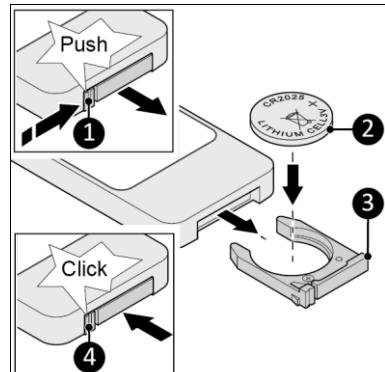

Figure 9
1. Appuyez sur la languette (figure 9, pos. 1) et retirez le couvercle du compartiment à pile (figure 9, pos. 3) de la télécommande.
2. Insérez correctement une pile de type CR2025 comme indiqué (figure 9, pos. 2).
3. Replacez le couvercle du compartiment à pile jusqu'au déclic de la languette (figure 9, pos. 4).
Avant l'élimination, retirez la pile de la télécommande (figure 9) et mettez-la au rebut dans les bacs de collecte dédiés se trouvant dans les magasins et supermarchés, conformément aux lois et réglementations locales.